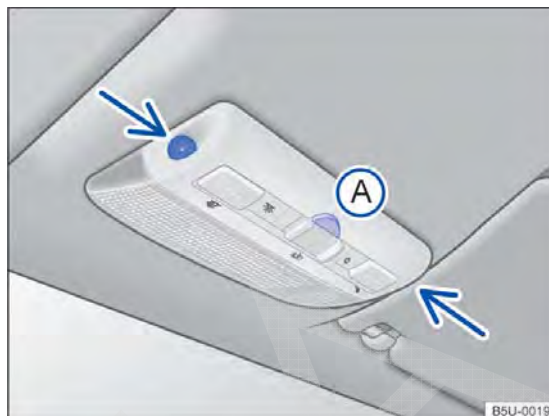
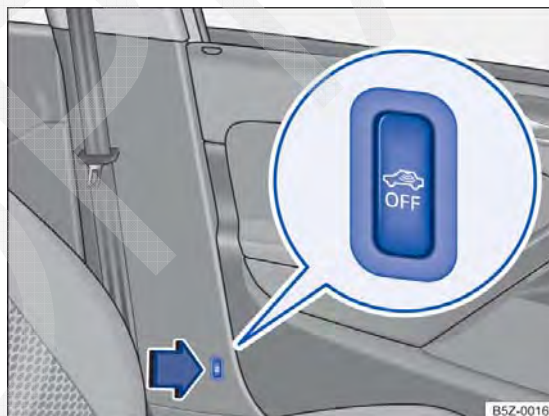

Fig. 28 No console do teto: sensores de monitoramento do interior do veículo e tecla **A** para desligar o monitoramento do interior do veículo.
Fig. 29 Ao lado do banco do condutor: botão para desligar o monitoramento do interior do veículo.
O monitoramento do interior do veículo dispara o alarme com o veículo travado, se reconhecer movimentos no interior do veículo. O sensor e o receptor estão localizados no conjunto da lanterna de leitura → Fig. 28 (setas). ▶
- Pressionar a tecla → Fig. 28  ou → Fig. 29  por 2 segundos. No painel de instrumentos a luz de controle  se acende.